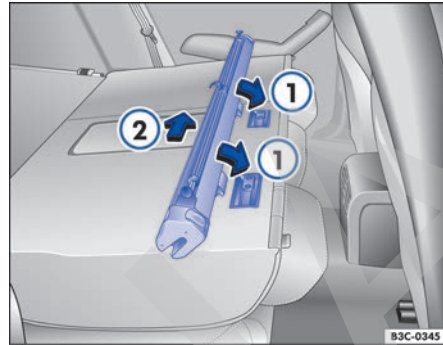

Fig. 198 Montar la red de separación en los respaldos del asiento trasero.
- Coloque la carcasa de la red en los rebajes de las guías de sujeción → fig. 198 ①. ▶
- Empuje la carcasa de la red hacia el lado izquierdo del vehículo, en el sentido de la flecha, hasta el tope → fig. 198 ②.
- Empuje la carcasa de la red aprox. 5 cm en el sentido contrario al de la flecha → fig. 198 ②.
- Extraiga la carcasa de la red fuera de las guías de sujeción → fig. 198 ①.